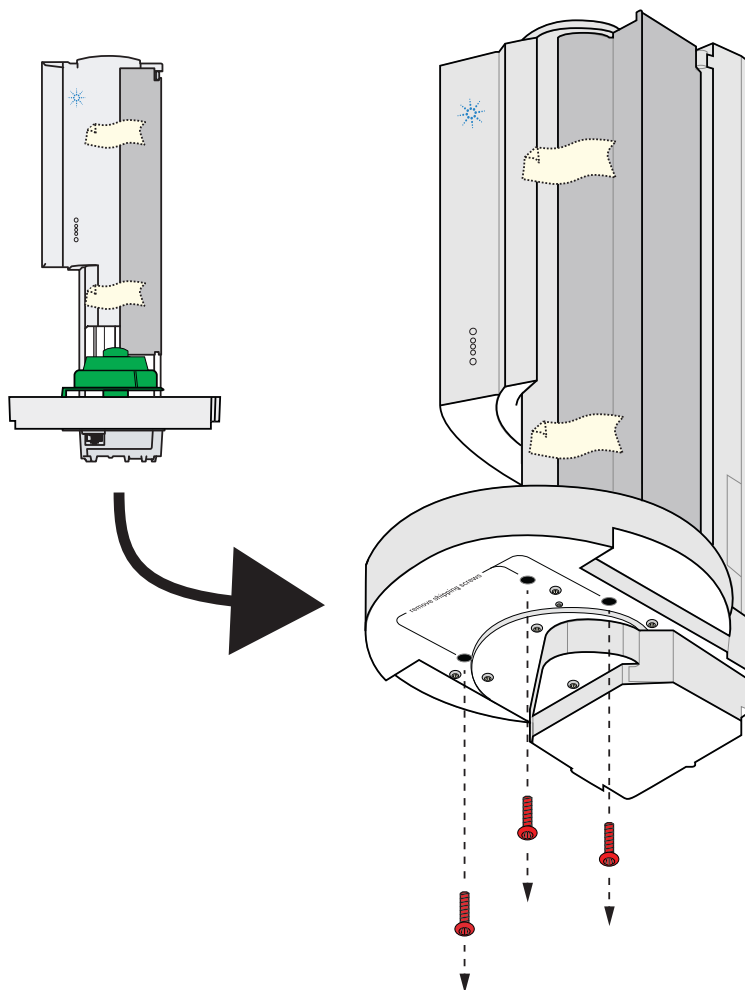

Figure 3 Retrait des trois vis d'expédition
- 2 Avec une clé Torx T-10, retirez les trois vis Torx T-10 rouges situées sous l'ALS, comme sur la Figure 3.